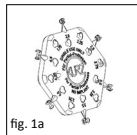
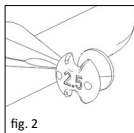

fig. 1a
fig. 2
■ **Fig. 1a, 1b/2** Sizer disken (Fig. 1a, 1b) til partial-proteser har seks satellitformet anbragte individuelle sizere af forskellig længde (2,0 - 4,5 mm). Den relevante længde er angivet på bagsiden af hver sizer (Fig. 2). Udsparingerne og borerne tjener til reduktion af vægten, samt til bedre oversigt ved udførelse af målingen i mellemøret.